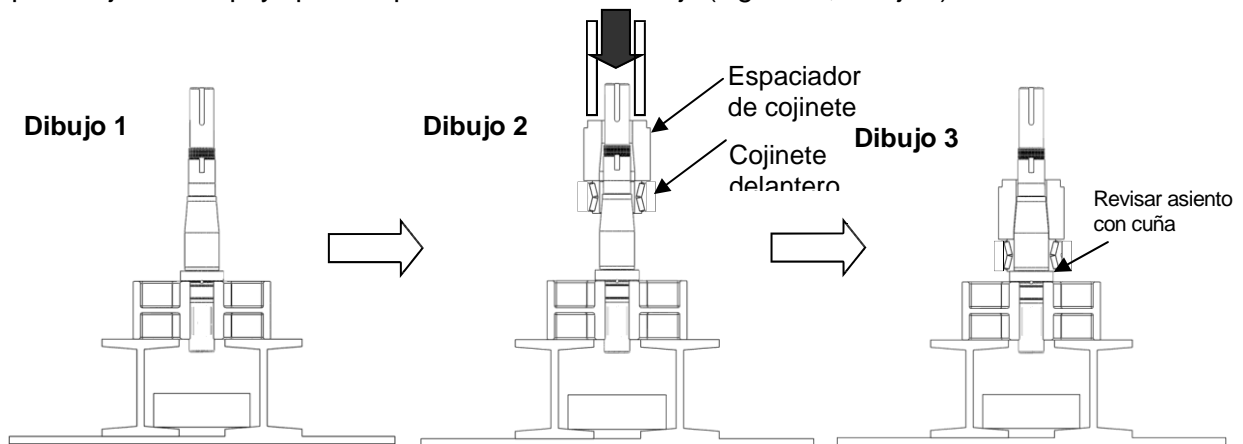

Figura 49: Presionar cojinete delantero sobre el eje
- 1) Limpie todas las partes reutilizables antes de reensamblarlas. Aplique una ligera capa de lubricante en el área del eje donde irá el cojinete delantero. Coloque el eje en posición vertical en la prensa con las lengüetas hacia abajo (Figura 49, Dibujo 1). Abra el nuevo ensamble de cojinete delantero y asegúrese de no intercambiar ninguna pieza. Todos los cojinetes se fabrican como juegos y se ensamblan para tener una longitud total precisa. Coloque el cojinete delantero sobre el eje junto con el espaciador del cojinete (Figura 49, Dibujo 2). Asegúrese de que el cojinete y el espaciador estén alineados antes de presionarlos. Consulte la Tabla 5 para ver la fuerza necesaria (en toneladas) para presionar los cojinetes sobre los ejes. Con una manga que se apoye en el espaciador del cojinete y que pase sobre el eje, presione el cojinete hasta que se asiente contra el hombro del eje. Se puede usar una calza para asegurar que el cojinete se apoye por completo en el hombro del eje (Figura 49, Dibujo 3).